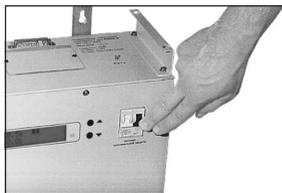

Рис. 21
1. Выключите автоматический выключатель (рис.21 и 21.1) на лицевой панели стабилизатора. Для этого необходимо опустить рычаг выключателя.